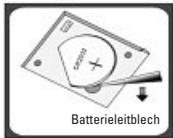

Abbildung 2
Öffnen Sie das Batteriefach auf der Unterseite der Waage, sofern das Gerät der **Abbildung 2** entspricht.
A. Entnehmen Sie die alte Batterie mithilfe eines spitzen Gegenstandes, wie in **Abbildung 2** gezeigt.